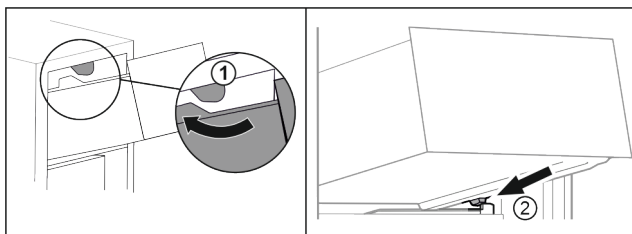

Fig. 89
- Schubfach um die oberen Stopper herumführen. Fig. 89 (1)
- Schubfach schräg hinter den unteren Stoppern auf Behälterrippe aufsetzen. Fig. 89 (2)